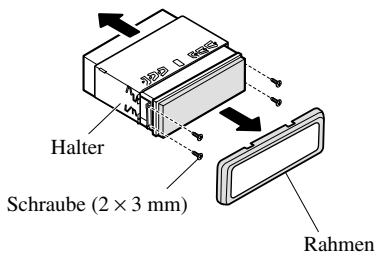

Abb. 14
- Nehmen Sie den Rahmen und den Halter ab. (Abb. 14)